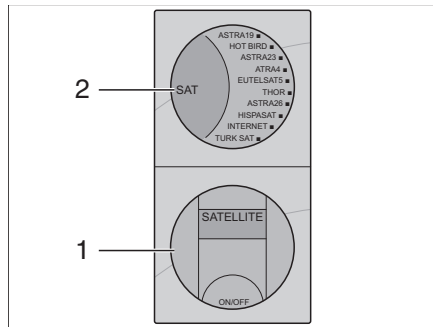

Fig. 40 Panneau de contrôle menu consommateur (variante 2)
- Enclencher l'antenne parabolique via le bouton ON/OFF (Fig. 40,1). L'antenne parabolique se déploie et recherche automatiquement le satellite sélectionné.
- Appuyer sur la touche SAT (Fig. 40,2) pour sélectionner un des 10 satellites enregistrés.
- Appuyer sur la touche ON/OFF (Fig. 40,1). L'antenne parabolique est rentrée et le téléviseur est mis hors service.